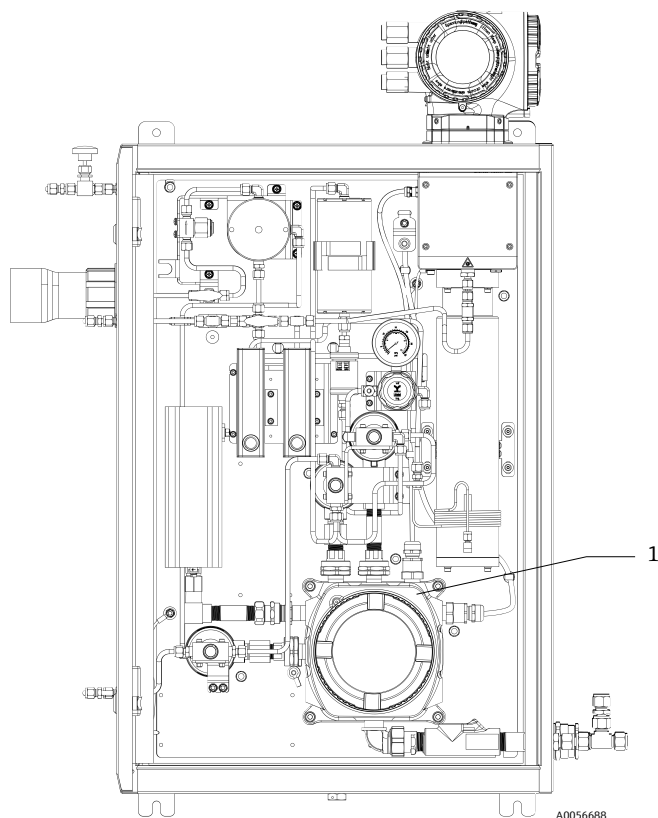

図 9. 電気式ソレノイドバルブと MAC (1) を搭載した 1 点検証システム
1. セクション 2.2.2 → 図 9 に記載される手順に従って、SCS の電源をオフにして分離し、パージします。